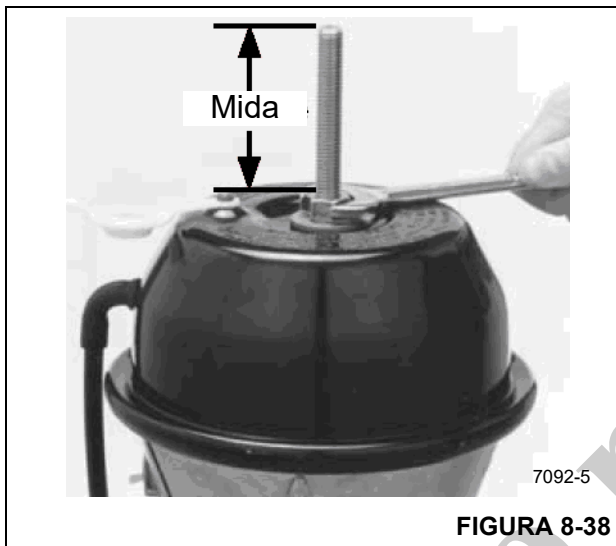

FIGURA 8-38
- Utilice una llave de tuercas de 3/4 pulg para girar la tuerca soltadora en sentido horario hasta que 8.2 cm (3.25 pulg) del largo del perno sobresalgan de la tuerca (Figura 8-38). No utilice una llave de impacto.